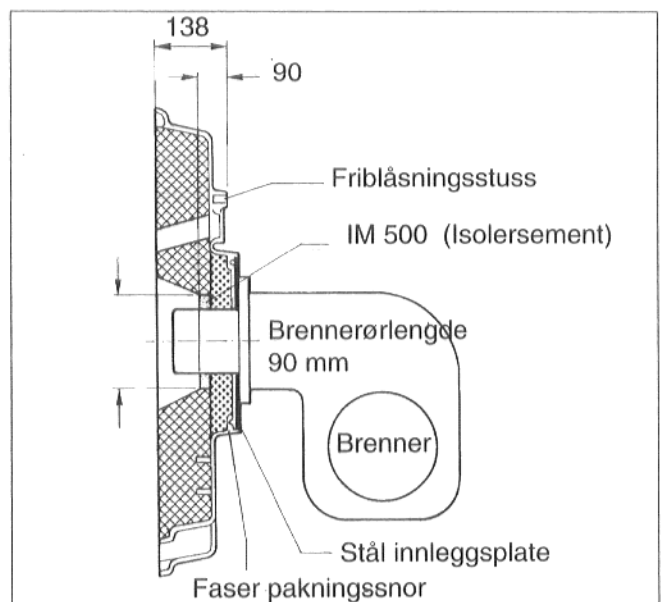

Fig. 25 Brennerdør
- Når brennerrøret er montert, legges et lag bølgepapp rundt brennerrøret og bindes fast. Deretter støpes og fylles spalten mellom brennerdørens isolasjon og brennerrøret med isoleringssement som følger med kjelen.(Fig. 25).
- Det er en fordel å forbinde brenneren`s luftside med friblåsningstussen (Fig. 25) med et rør, dermed holdes inspeksjonsglasset rent for belegg.